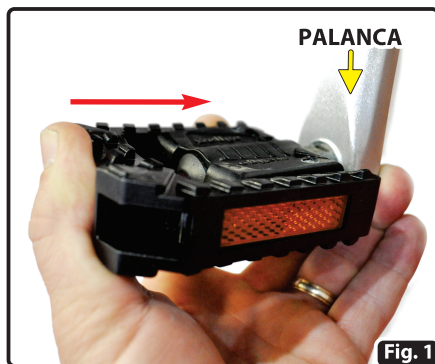

Fig. 1
- Presionar el **pedal** contra el **eje de la palanca** (Fig. 1).
- Quitar la **traba de seguridad** llevándola hacia atrás en sentido antihorario (Fig. 1-A).
- Desajustar el **prisionero** ubicado debajo de la **leva** utilizando una llave Allen para liberar el tornillo de ajuste (Fig. 1-B).
- Ajustar el **prisionero** ubicado debajo de la **leva** utilizando una llave Allen (Fig. 1-B).
- Quitar la **Traba de seguridad** llevandola hacia atras (Fig. 1). Más info Pág. 3.